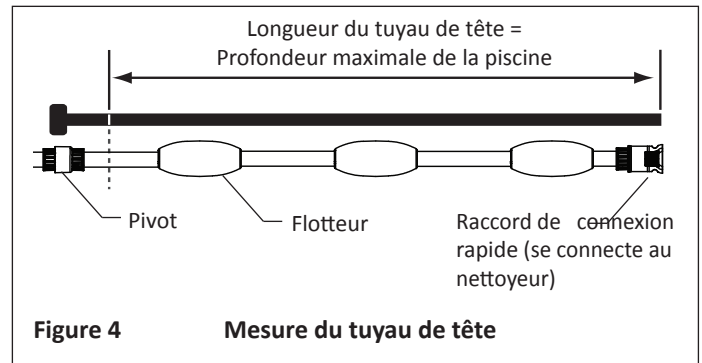

Figure 4 Mesure du tuyau de tête
- Si la profondeur de la piscine est inférieure à 10 pieds [3 mètres], débranchez le tuyau souple depuis le vâlvula de respaldo. Coupez le tuyau pour que sa longueur soit égale à la profondeur maximale de la piscine. **Voir la Figure 4.**